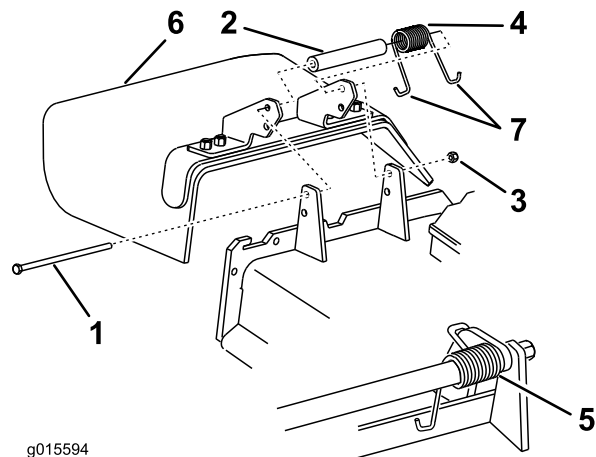

Figure 106
Remarque: Prenez soin de placer 1 extrémité en J du ressort derrière le bord du tablier avant de mettre le boulon en place, comme montré à la Figure 106.
6. Accrochez l'extrémité en J du ressort au déflecteur d'herbe (Figure 106).
1. Retirez le contre-écrou, le boulon, le ressort et l'entretoise qui fixent le déflecteur aux supports de pivot (Figure 106).
2. Enlevez le déflecteur s'il est endommagé ou usé (Figure 106).